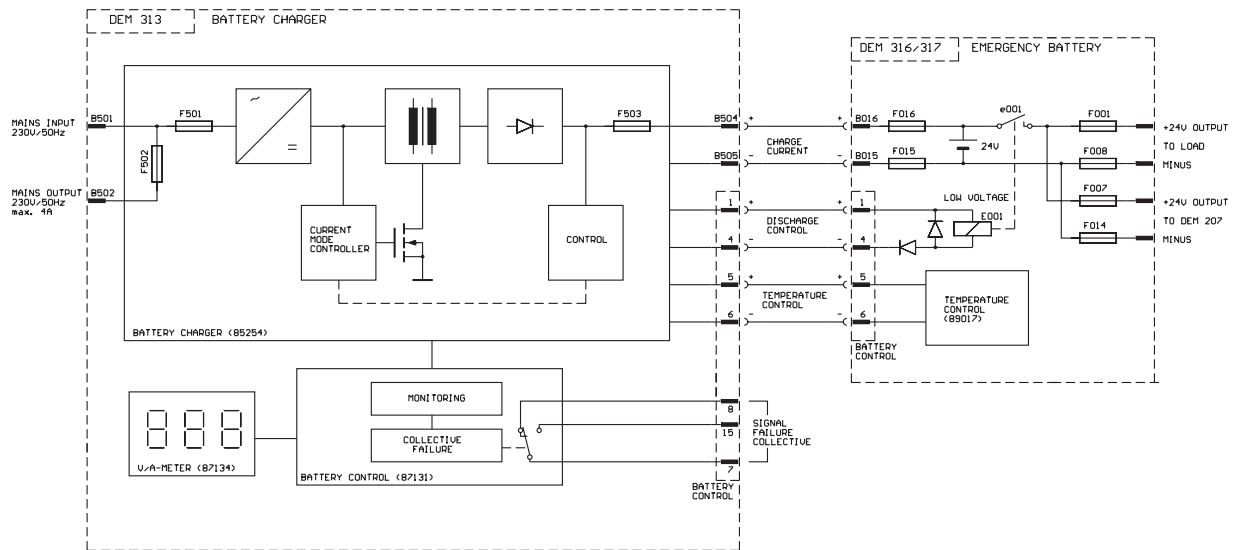
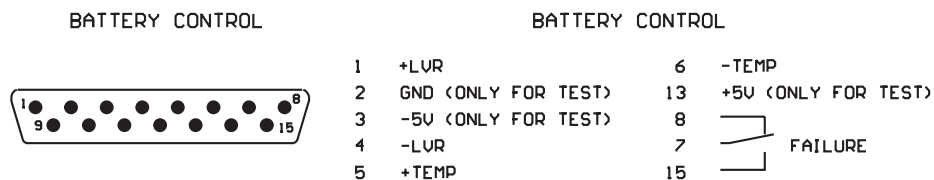

Fig. 1 Branchement de la batterie au chargeur
Fig. 2 Assignation des contacts du connecteur BATTERY CONTROL
- Le connecteur D-sub BATTERY CONTROL (9) du chargeur doit être relié au connecteur D-sub BATTERY CONTROL du module batterie (voir aussi Figure 1 et paragraphe 3.1).
- La sortie CHARGE OUTPUT (8) du chargeur doit être reliée à l'entrée CHARGE CURRENT du module batterie. Faites attention à la polarité (voir Figure 1). La section des câbles reliant le chargeur au module batterie doit être au minimum de 2.5 mm2, leur longueur doit rester inférieure à 2 mètres, et les connecteurs doivent être de modèle AMP, isolés, contacts plats, 6,3 x 0,8 mm.
- Vous pouvez brancher l'autre appareil sur la prise de renvoi secteur MAINS OUTPUT (5), à condition qu'il ne demande pas plus de 4 A. Cette prise MAINS OUTPUT (5) est protégée contre toute surcharge par un fusible (4) de type T4A. Tout calibre supérieur n'est pas autorisé.
- Une fois tous les branchements correctement établis, vous pouvez relier l'appareil au secteur avec le câble fourni. Le câble secteur vient se brancher sur l'embase 3 pôles (7) de l'appareil
Le connecteur D-sub 15 contacts BATTERY CONTROL (9) permet de disposer de diverses entrées/sorties de contrôle : (Voir également Figure 2):
Pour bénéficier de l'adaptation de la tension de charge en fonction de la température, il faut installer le kit de mesure de température (référence NRS 90200) selon les instructions fournies, et le relier au chargeur (voir aussi les Figures 1, 2 et Sections 3.1, 6.9).
Pour éviter toute décharge complète de la batterie, il faut utiliser des relais appropriés, en les reliant au chargeur comme indiqué Figure 1 ou Figure 2. La résistance totale des bobines des relais ne doit pas être inférieure à 70 ohms.
Le signal de problème général est conçu sous la forme d'un contact flottant, permettant de reporter à longue distance des problèmes dus soit à la batterie elle-même (déconnexion en cas de tension trop basse (LOW VOLTAGE), erreur de polarité ou court-circuit), soit dus à des problèmes de chargeur (absence de tension ligne (LINE VOLTAGE), surtension (OVERVOLTAGE) ou défaillance du circuit de charge (CHARGE CURRENT)). Le problème rencontré est indiqué sur l'appareil lui-même, la LED correspondante s'allumant ou s'éteignant (voir page 2 et Section 6.1 à 6.6). Le contact flottant de problème général est câblé sur le connecteur D-sub BATTERY CONTROL (9) (voir Figure 2).